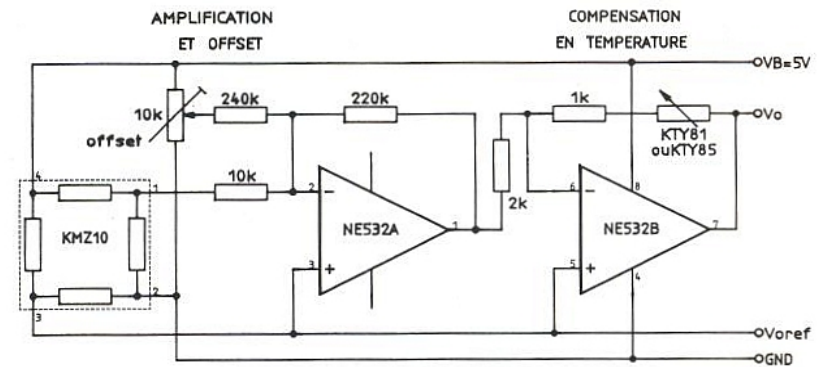

Figure 12
1) système avec compensation des variations de températures, **figure 12** à l'aide de capteurs de température KTY 81 ou 85 (ordre de grandeur de la compensation 0,5 %/°C)